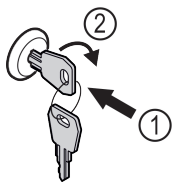

Fig. 91
- ▶ Vstavite ključ Fig. 91 [1].
- ▶ Ključ obrnite v smeri urnih kazalcev za 90° Fig. 91 [2].